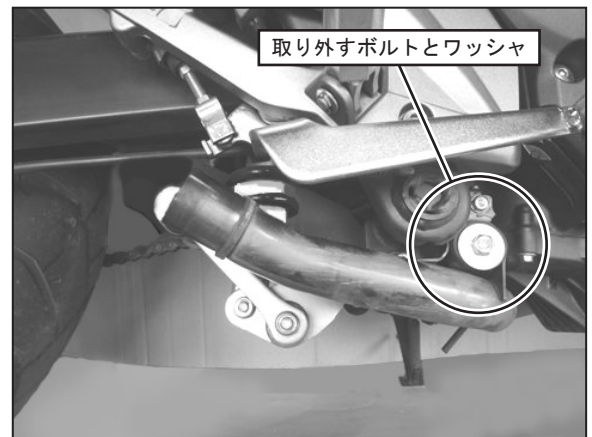

FIG. 1
4. FIG. 1で指示する純正テールパイプを固定しているボルト、ワッシャを外して下さい。
(FIG. 1参照)